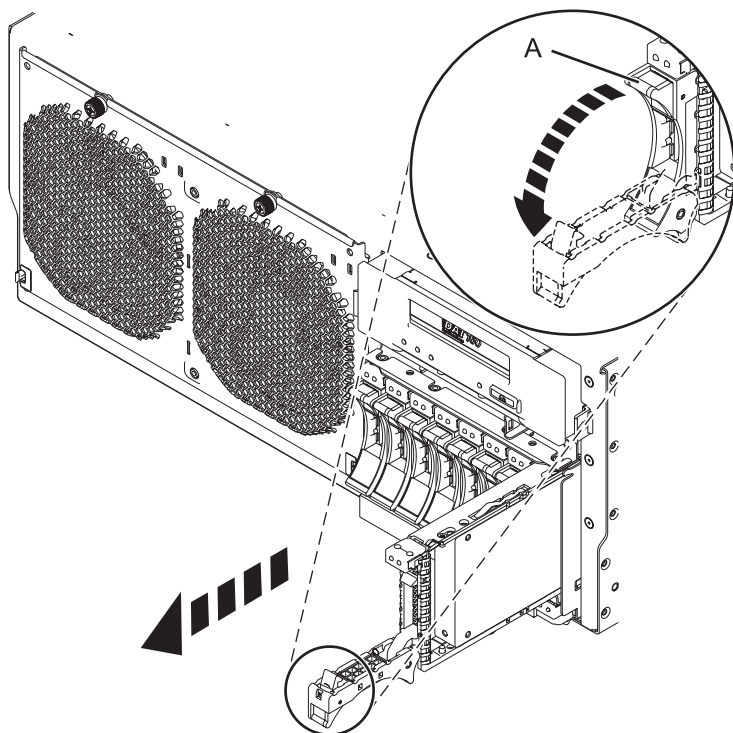

Figura 3. Extracció de la unitat de disc de la placa posterior
- 1) Desbloquegeu la nansa de la unitat de disc (A) estirant-la per desconnectar la unitat de disc.
- 2) Col·loqueu una mà sota la unitat de disc i estireu amb compte la unitat fora del sistema tal com es mostra a la Figura 3.